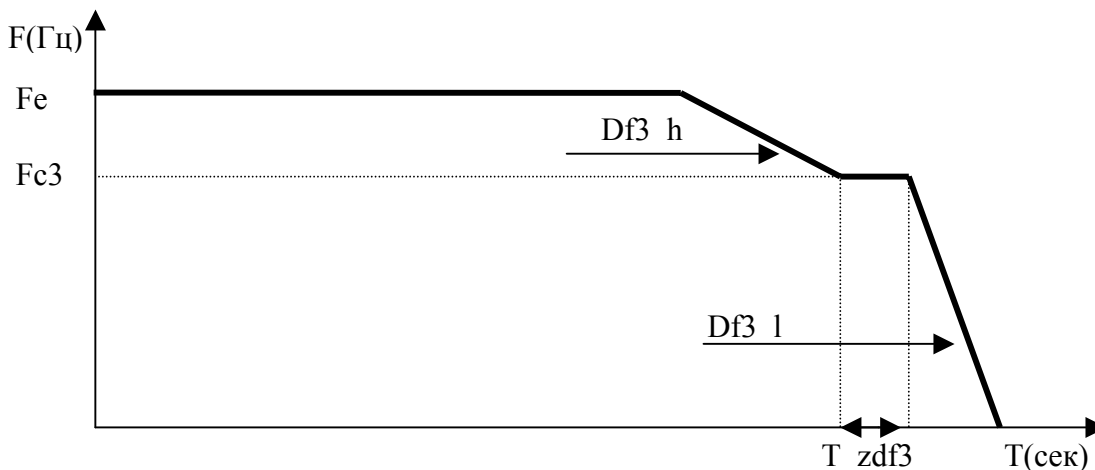

Рис. 7. Диаграмма работы БУАД-7-10 при подаче двух направлений
3.9.5.1. Если подано одновременно два направления вращения (*ОД*, *ЗД* = 1, 1), выходная частота *Устройства* также начинает уменьшаться (**рис. 7**).